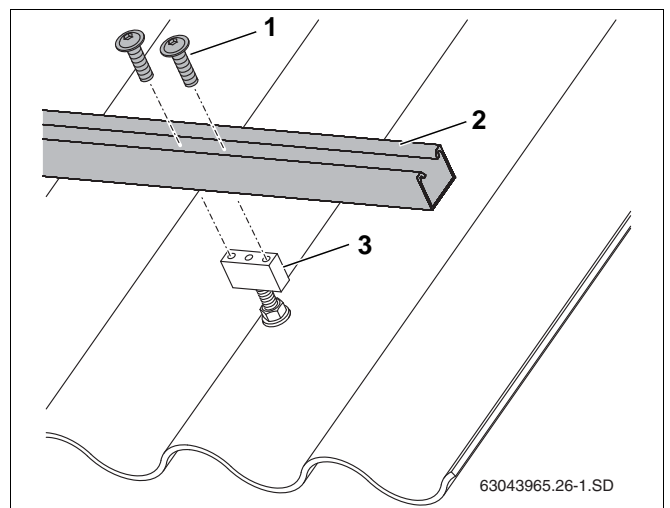

Fig. 25 Fastgøring af profilskinne på holder
- Fastgør profilskinne (fig. 25, **pos. 2**) med hver to skruer (fig. 25, **pos. 1**).